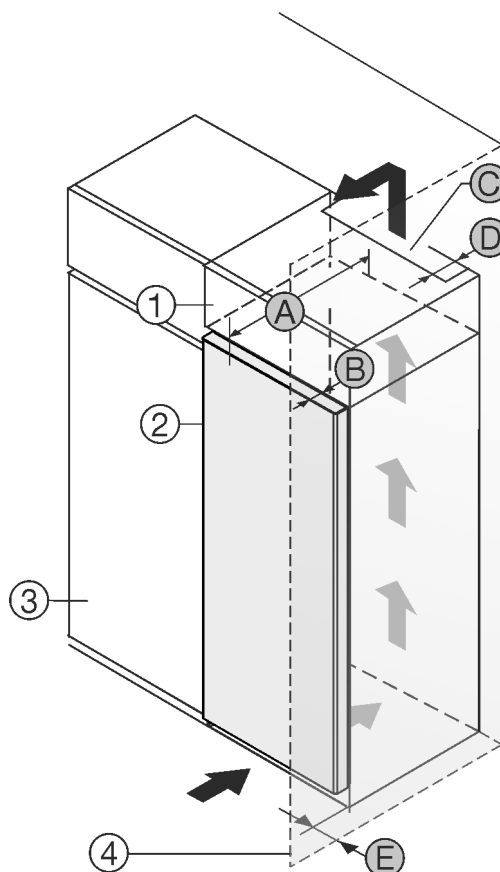

Fig. 1
- (1) Opbouwkast \*
- (2) Apparaat \*
- (3) Keukenkast \*
- (4) Wand \*
- (A) Diepte apparaat \*
- (B) Diepte deur \*
- (C) Ventilatie doorsnede \*
- (D) Afstand achterzijde apparaat \*
- (E) Afstand tot apparaatzijde \*
U kunt het apparaat direct naast de keukenkast Fig. 1 (3) opstellen.\*
Aan de achterzijde van de opzetkast moet een luchtafvoerkanaal met de diepte Fig. 1 (D) over de volledige breedte van de opzetkast aanwezig zijn.\*
Onder het plafond moet de ventilatie doorsnede Fig. 1 (C) worden aangehouden.\*
Als u het apparaat met de scharnieren naast een wand Fig. 1 (4) plaatst, moet de afstand tussen het apparaat en de wand minimaal 13 mm bedragen.\*
Als u het apparaat met de scharnieren naast een wand Fig. 1 (4) plaatst, moet de afstand tussen het apparaat en de wand minimaal 20 mm bedragen.\*
Om de deuren volledig te kunnen openen, moet het apparaat overeenkomstig de deurdiepte Fig. 1 (B) ten opzichte van het keukenkastfront uitsteken. Afhankelijk van de diepte van de keukenkasten Fig. 1 (3) en het gebruik van de wandafstandshouders kan het apparaat verder uitsteken.\*